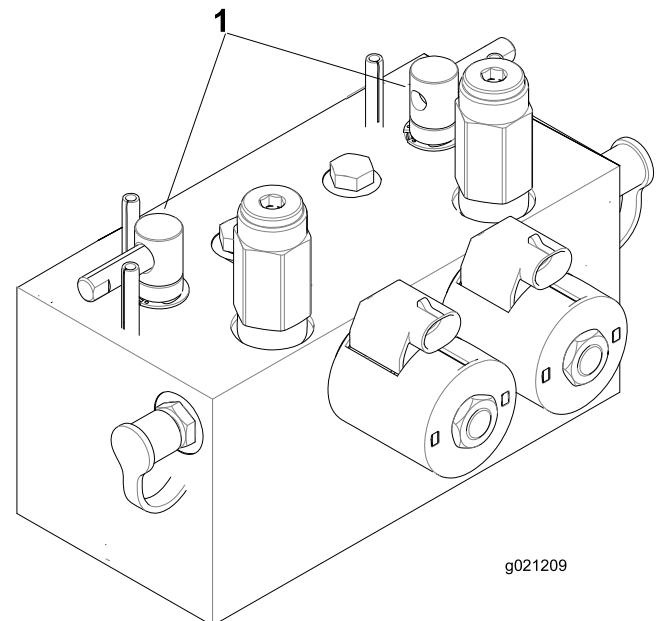

Figura 77
2. Desbloquee y levante el asiento para poder acceder a las palancas de autoafilado (Figura 77).
5. Seleccione la palanca de autoafilado correspondiente a los molinetes que desea autoafilar: delanteros, traseros o ambos (Figura 77).